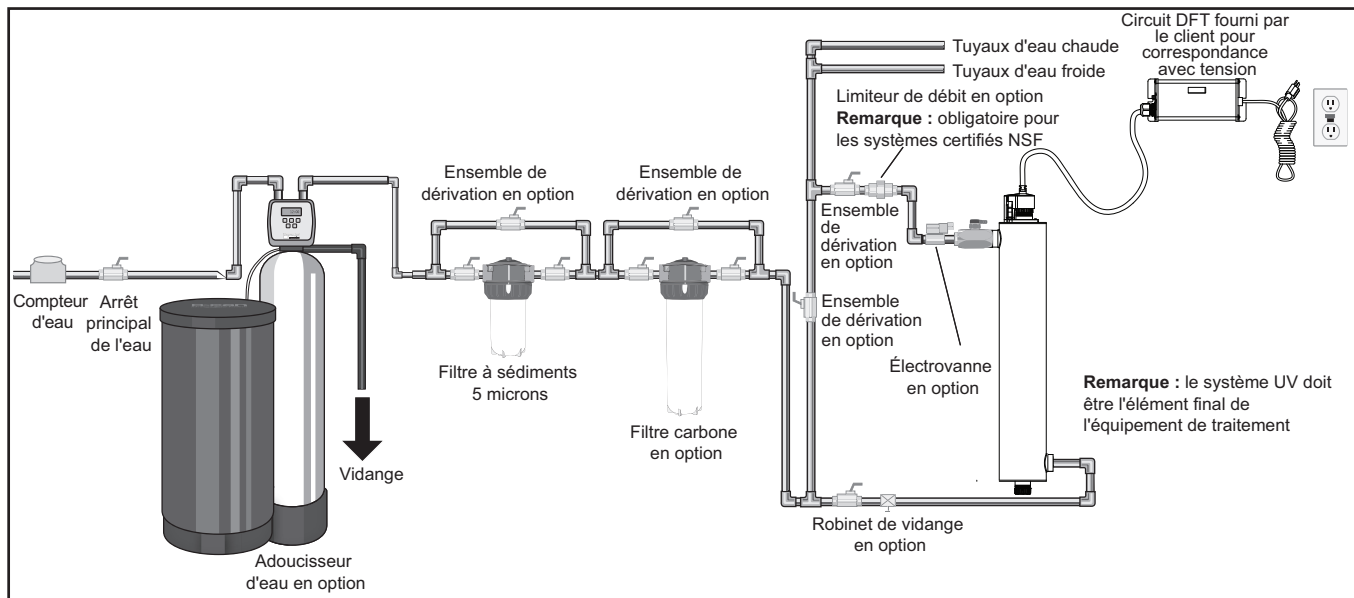

Figure 3 Système de désinfection
1. Figure 3 décrit l'installation d'un système de désinfection et des composants connexes qui peuvent être utilisés pour l'installation. L'utilisation d'un ensemble de dérivation est recommandée dans le cas où le système nécessite une maintenance « hors ligne ». Dans ce cas, notez que le système nécessite une désinfection supplémentaire pour le système de distribution si de l'eau est utilisée pendant la dérivation. De plus, pendant la dérivation, l'eau NE sera PAS désinfectée et une étiquette « NE PAS CONSOMMER L'EAU » doit physiquement être installée sur l'ensemble de